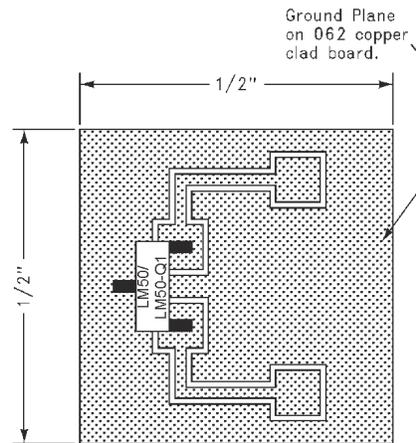

図 8-14. 熱応答曲線生成のヒートシンクに使用するプリント基板 LM50-Q1 (Legacy Chip)
(1) 30 ゲージのワイヤにはんだ付けされた部品。
(2) 使用したヒートシンクは、図 8-14 に示すように、部品に 2 オンスのホイルを採用した 0.5 インチの正方形プリント基板です。